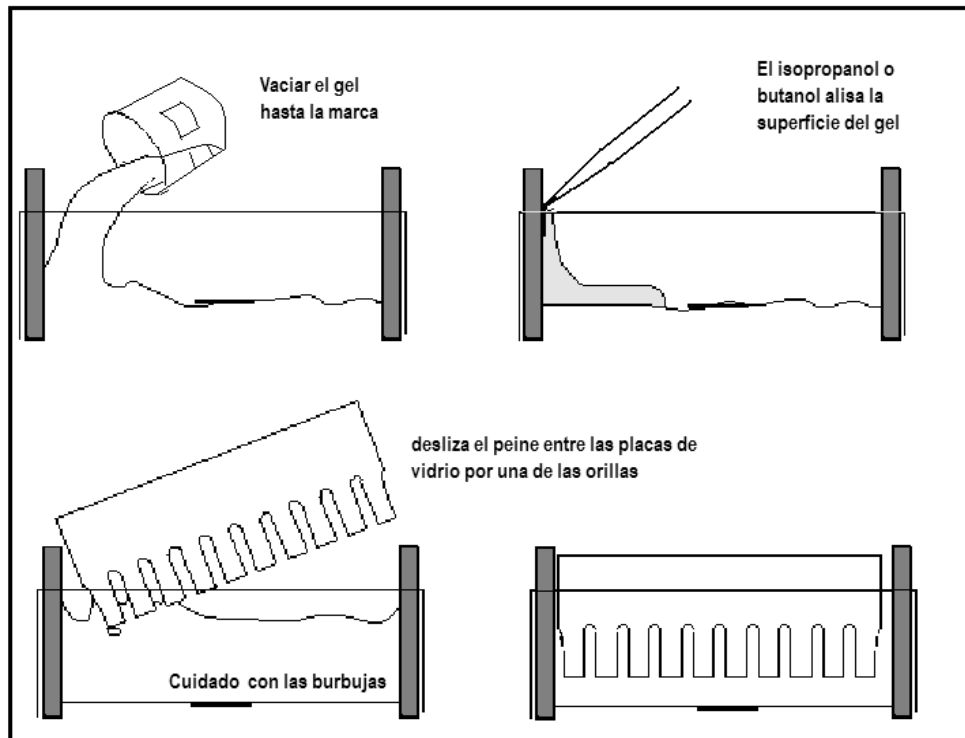

Figura 2.3. Pasos a seguir para la preparación de un gel de poliacrilamida-SDS.
2. Hacer una marca a los 2/3 de la capacidad de los vidrios (ver Figura 2.3).